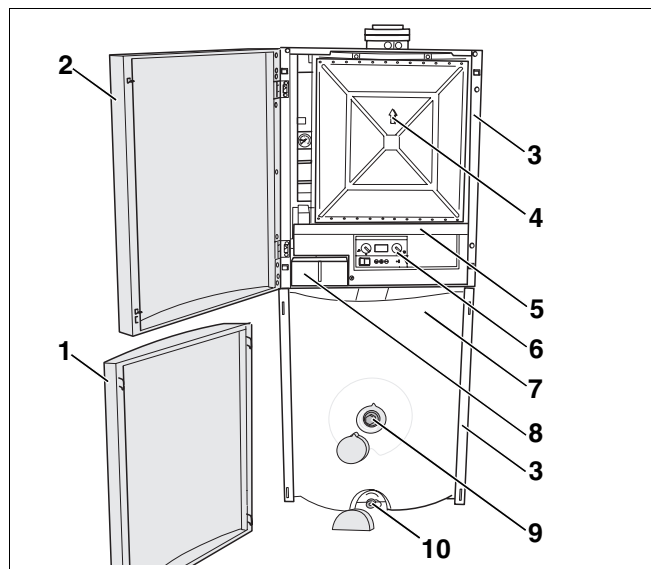
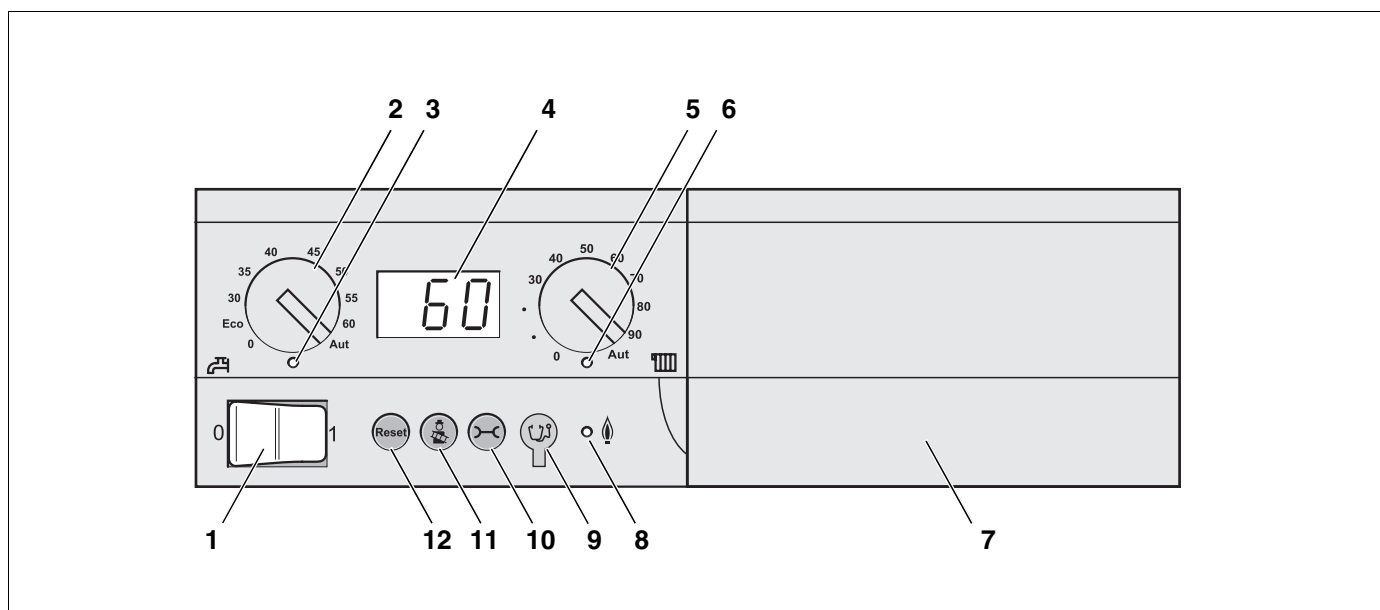

Fig. 1 Componenti principali della Logamax plus GB132 T
Fig. 2 Elementi di comando del dispositivo di controllo base Logamatic BC10
Di fabbrica, la Logamax plus GB 132 T (fig. 1) è munita di un accumulatore d'acqua calda integrato Logalux S135/S160 e di un dispositivo di controllo base Logamatic BC10 completamente montato e cablato (fig. 2, pagina 7).
Le componenti principali della Logamax plus GB132 T (fig. 1) sono:
- Copertura della camera a depressione (fig. 1, **pos. 4**) con sottostante bruciatore inox cilindrico e scambiatore di calore (unità compatta). Lo scambiatore di calore trasferisce il calore prodotto dal bruciatore inox cilindrico all'acqua di riscaldamento.
- Pannello di comando (fig. 1, **pos. 5**) per l'alloggiamento del dispositivo di controllo base Logamatic BC10 (fig. 1, **pos. 6**) e di un'unità di servizio RC* (p.es. RC30*).
- Rivestimento della caldaia e dell'accumulatore (fig. 1, **pos. 3**), porta della caldaia (fig. 1, **pos. 2**) e pannello anteriore dell'accumulatore (fig. 1, **pos. 1**). Il rivestimento della caldaia e dell'accumulatore e la porta della caldaia prevengono le perdite d'energia. La porta della caldaia funge inoltre da isolamento acustico.
- Accumulatore d'acqua calda (fig. 1, **pos. 7**) con isolamento in schiuma dura di poliuretano, privo di fluoro – cloro - idrocarburi. L'accumulatore d'acqua calda è munito di uno scambiatore di calore. Lo scambiatore di calore trasferisce l'energia dall'acqua di riscaldamento all'acqua potabile. Il contenuto dell'accumulatore viene riscaldato uniformemente.
– Dispositivo di controllo base Logamatic BC10 (fig. 2).
Per una panoramica generale degli elementi di comando del dispositivo di controllo base Logamatic BC10 è possibile fare riferimento alla fig. 2. Per ulteriori informazioni sull'uso del dispositivo di controllo base Logamatic BC10, fare riferimento al capitolo 3 "Uso del dispositivo di controllo base BC10", pagina 8.